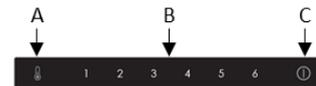

Abb.3
Das Gerät verfügt über einen erzwungenen Abtaumodus zur Unterstützung im Betrieb oder bei der Reinigung, der sich durch Betätigung und Halten der Sensoren A und C in Abb.3 für ungefähr 3 Sekunden aktivieren lässt. Der Sensor für die Einstellung der Temperatur des Kühlschranks (A) blinkt zur Bestätigung, dass die erzwungene Abtaufunktion aktiv ist. Die Funktion sollte sich automatisch deaktivieren, sobald die Gefrierfachtemperatur einen Wert zwischen 10° C und 12 °C erreicht hat.